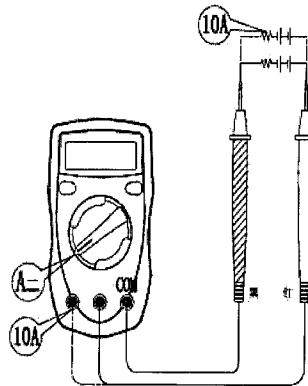

图 1-3
(2) 交流电压测量的方法基本上与直流电压相同，只是要注意将功能量程开关置于交流电压挡。
## (3) 直流电流测量(如图1-3所示)